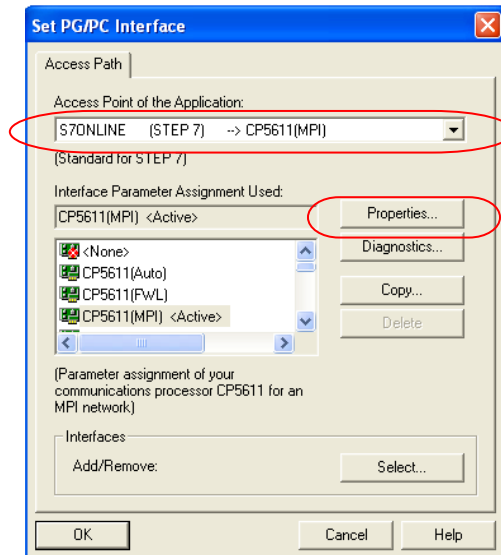

图 2.1.8
2. 在 Access Point of the Application (应用程序访问点) 的下拉列表选择 S7ONLINE (STEP 7), 在 Interface Parameters Assignment Used 中选择 CP5611 (MPI)。点击右侧的 Properties 按钮, 如图 2.1.8 所示。